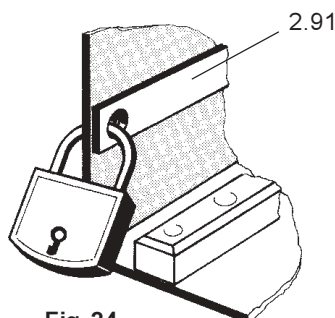

Fig. 24
- der Verschlussschieber (Shutter) 2.91 mit bis zu zwei Vorhängeschlössern (Fig. 24)
- The shutter 2.91 can be locked with up to two padlocks (Fig. 24).